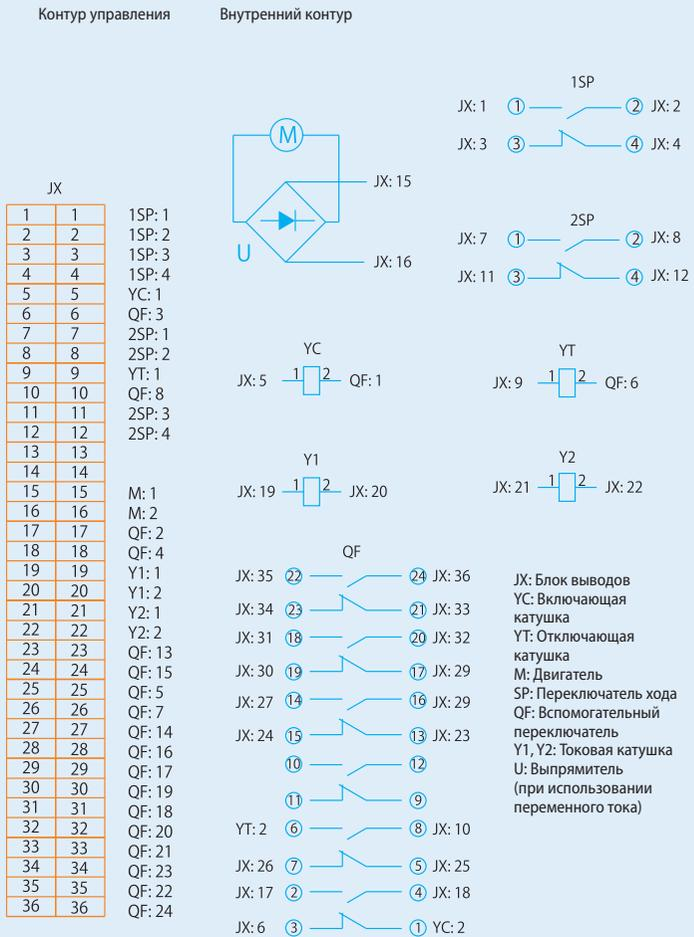

Рис. 5.6 Электрическая схема пружинного привода СТ19
5.3 Электрическая схема пружинного привода CE19 (см. рис. 5.6)